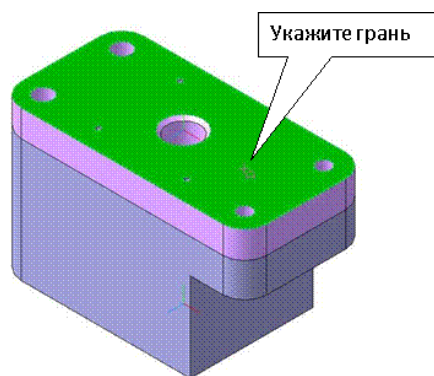

Рис. 9.9. Выбор грани
2) Укажите курсором грань детали «Плита», рис. 9.9, и нажмите кнопку «Создать деталь»  на панели «Редактирование сборки» .